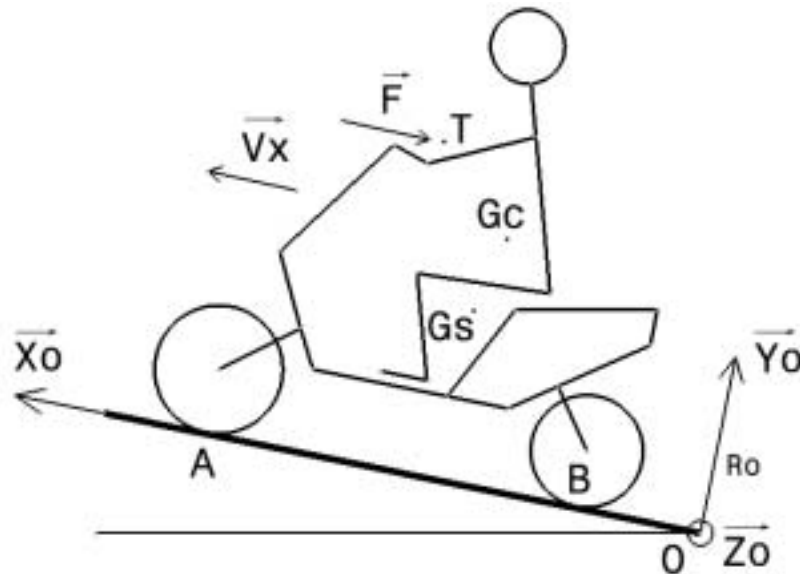

Figure 7 : Schématisation modèle.
10. En déduire, dans la configuration décrite sur la figure 7 ci-dessus, le couple moteur nécessaire au niveau du vilebrequin :